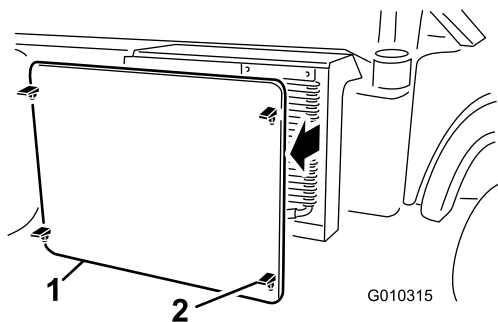

Bild 60
2. Lösen und entfernen Sie das Kühlgitter vorne am Kühler (Bild 60).